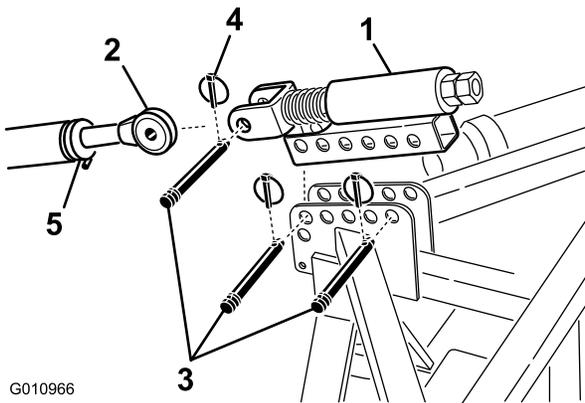

图10
1. 使用两个连杆销和保险销将弹簧加载顶部连杆安装到打孔机支架上（图10）。
2. 拧松牵引车上连杆上的锁紧螺母。调节上连杆的长度，直至其与打孔机弹簧加载顶部连杆上的柱销对齐（图10）。
3. 将牵引车上连杆连接到弹簧加载顶部连杆上的柱销，并用连杆销和保险销将其固定（图10）。
6. 旋紧上连杆，直至弹簧被压缩约 13mm（图10）。